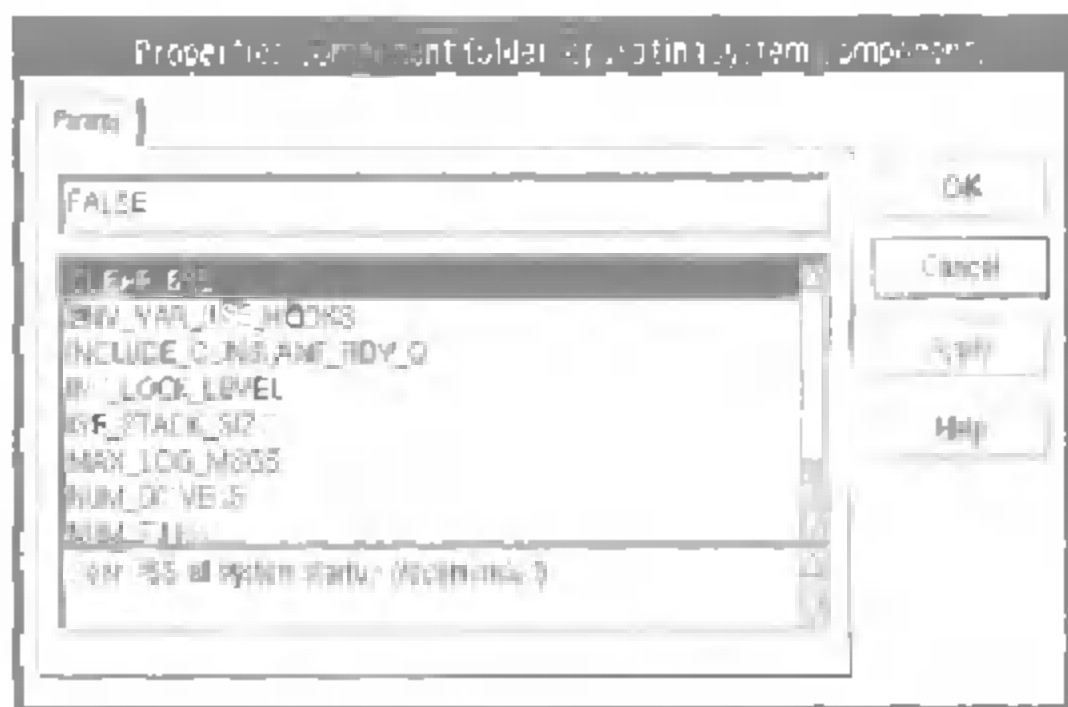

图 6-3 属性窗
- **名称**。一个可读的名称，出现在工程工具的特性窗口的参数表的参数 ID 清单的下面，如图 6-3 所示。
- **默认值**。参数的默认值出现在工程工具特性窗口的参数表的参数 Id 清单的上面，如图 6-3 所示。